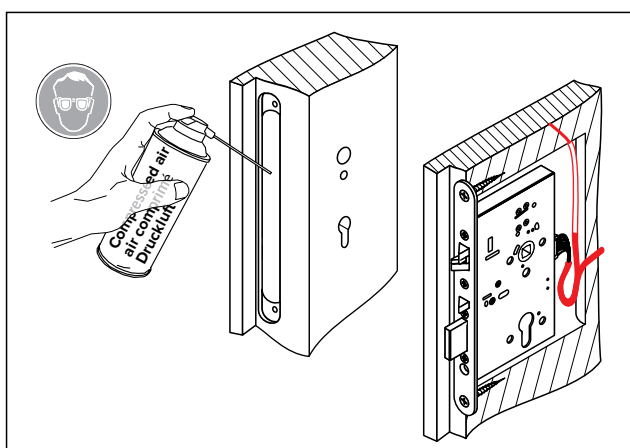

Рис. 23 Вставьте дверной замок
3. Вставьте дверной замок в вырез в дверном полотне (рис. 23).